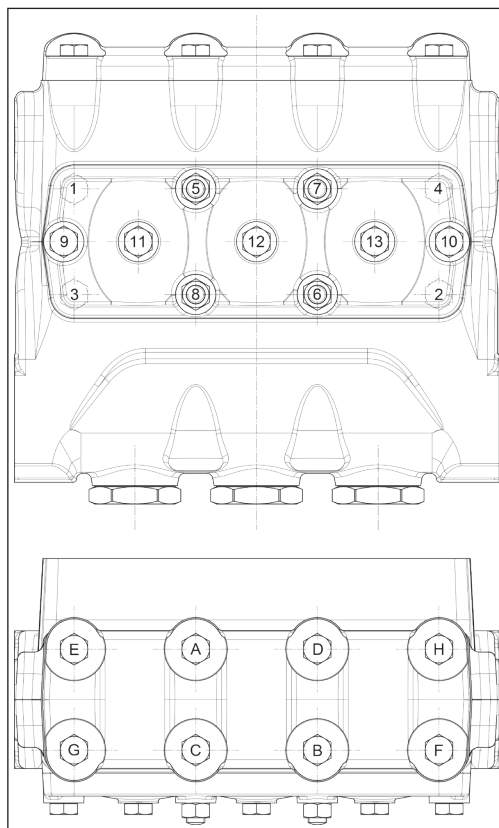

图 137
** 泵头固定螺丝和螺母必须按照(图 137)表中所述的顺序用扭力扳手拧紧，并润滑螺纹杆。